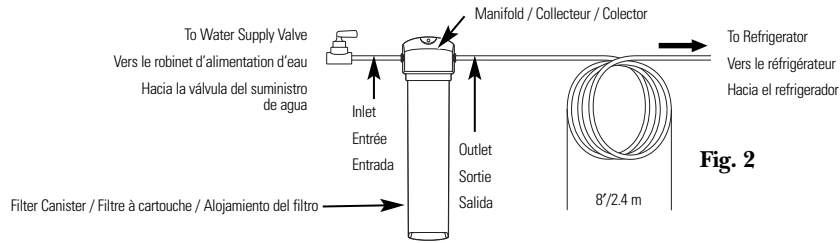

Fig. 2
2. Use 8 feet of tubing (coiled 3 times approximately 10" in diameter) between the outlet of the system and the refrigerator (Fig. 2).
2. Utiliser un tube de 2,4 m (8 pi) (faisant 3 spirales d'environ 25 cm [10 po] de diamètre) entre la sortie du système et le réfrigérateur (Fig. 2).
2. Use 8 pies de tubería (enrollada 3 veces aproximadamente de 10" de diámetro) entre la salida del sistema y el refrigerador (Fig. 2).